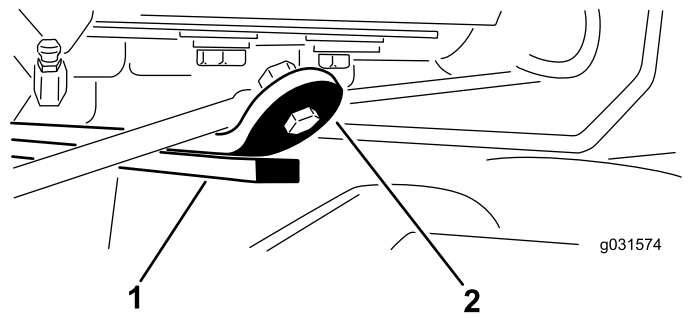

Figura 13
3. Ligue o motor, eleve as unidades de corte e certifique-se de que a folga entre a fita de atrito na barra de atrito da parte superior da unidade de corte traseira e a correia do para-choques é de 0,51 a 2,54 mm, como se mostra na Figura 13.